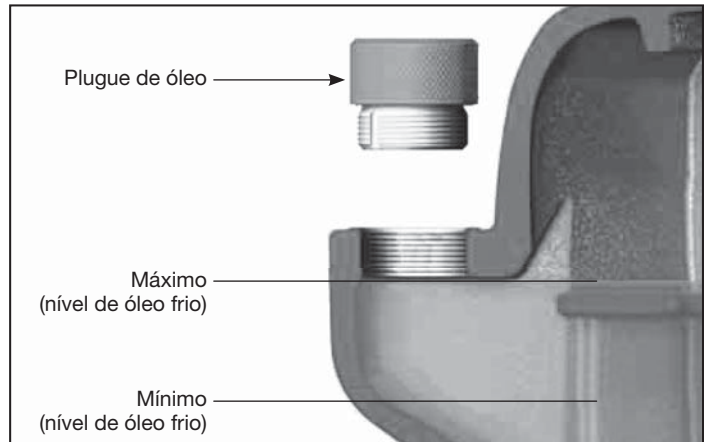

Figura 7 - Nível de óleo
**⚠ CUIDADO** *ESSA UNIDADE CONTÉM ÓLEO. Antes de operar o compressor, verifique o nível de óleo (consulte a figura 7).*
### VERIFICAÇÃO DE NÍVEL DE ÓLEO (Consulte a figura 7)
5. Se necessário, complete o óleo do mesmo tipo e mesma marca até o nível máximo (consulte a figura 7 e a seção de lubrificação).
1. Verifique o nível de óleo (consulte a figura 7).